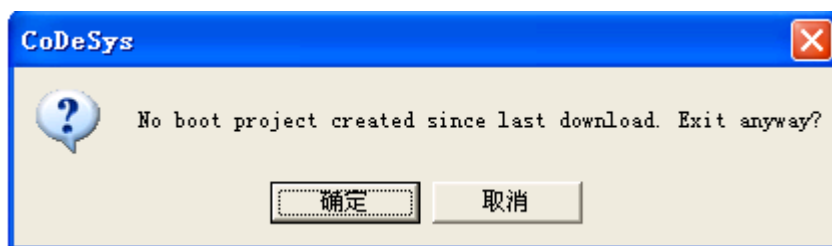

图 7-6-3 “退出时提醒启动工程”对话框
- 选中“退出时提醒启动工程”，如果工程已经改变和下载，但是自从上次下载启动工程之后没有创建新的启动工程，那么在用户退出前将会弹出如图 7-6-3 所示的对话框：“自上次下载后，没有创建启动工程，是否退出？”。这里对启动工程加以定义。所谓“启动工程”，即保存在 PLC 的 flash 中，上电后运行的用户程序。